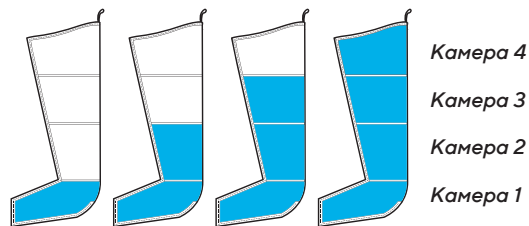

Рисунок 1 — Режим надувания Sequential (последовательный).
- Применяется направленный массаж, который начинается у основания обрабатываемой зоны и продвигается вверх по направлению к туловищу, а затем отпускается. (см. рис. 1)